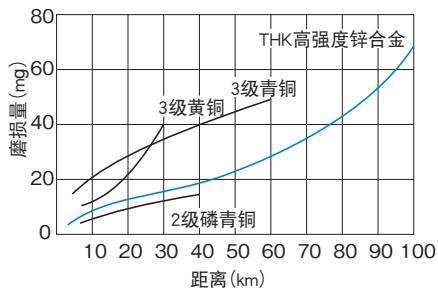

图1 高强度锌合金的耐磨损性
使用滑动轴承时, 用接触面压 (ρ) 与滑动速度 (V) 的乘积, 即 ρV 值作为判断能否使用某种型号的基准。请使用图1中所示的相应 ρV 值作为选择梯形丝杠的基准。 ρV 值还随润滑条件的不同而变化。
图1 ρV 值